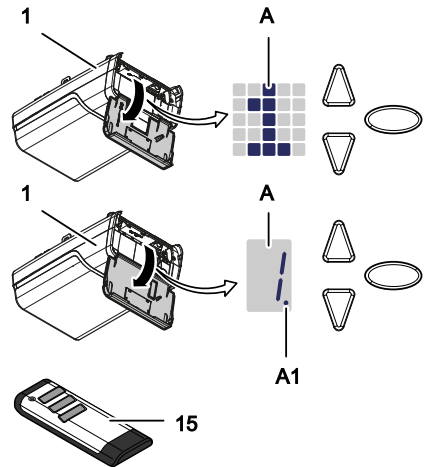

Fig. 4: Betjeningslementer og varianter av tallvisningen
Monter tilkoblingskonsollen (11) på garasjeporten (fig. 4).